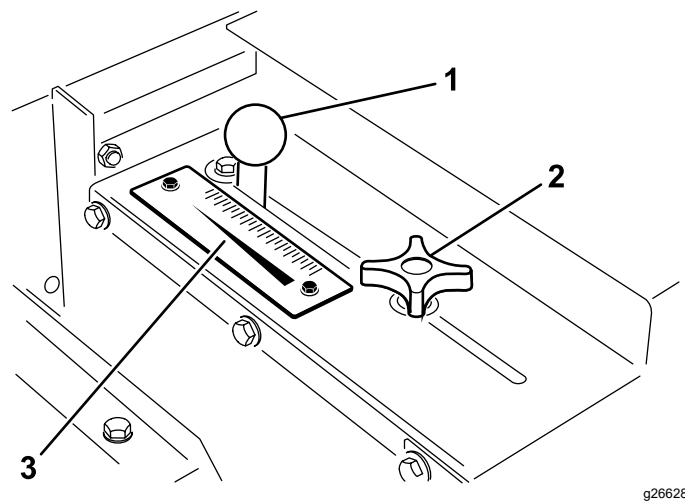

图 20
- 充分旋松锁定旋钮图 20以便旋钮可在槽中自由滑动。
- 将放料门旋钮图 20设置到所需位置并拧紧锁定旋钮以固定调整。
用施用率刻度表图 20确定所需的流速。请参阅 沙子施用率 \(页码 15\)。